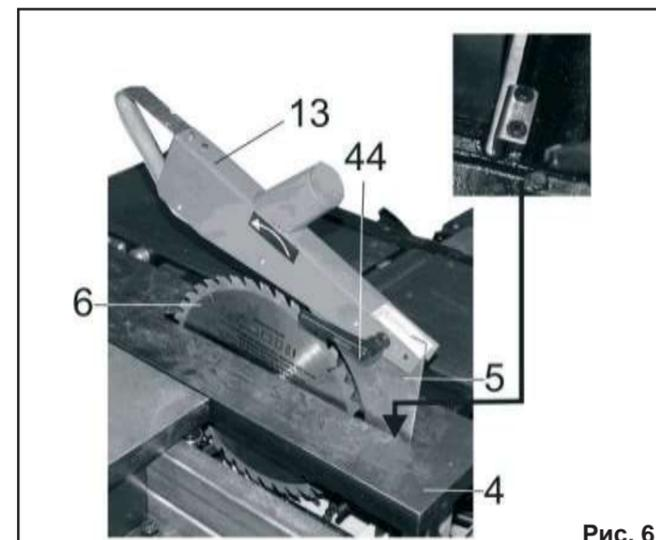
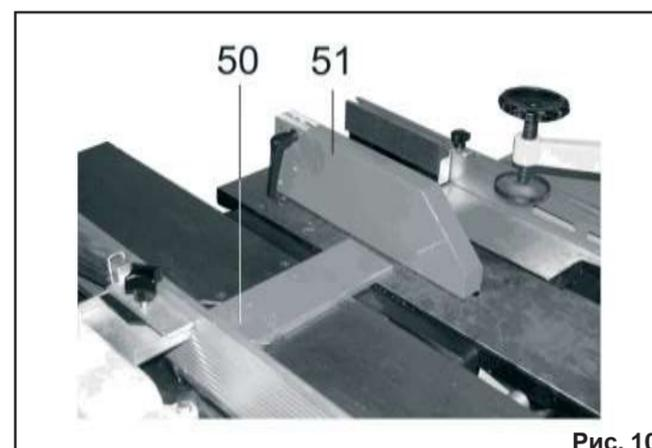

Рис. 6
Рис. 10
8.2.2. На расклинивателе (5) установите и фиксирующей ручкой (44) закрепите защитный кожух (13), Рис. 6.
8.2.7. При работе со станком, когда не используется строгальный вал (49), в режиме строгания (фугования) установите и закрепите защитный кожух (50), Рис. 10.
8.2.8. При работе со станком, когда не используется пильный диск (6), вместо защитного кожуха (13), Рис. 6, установите и закрепите защитный кожух (51), Рис. 10.